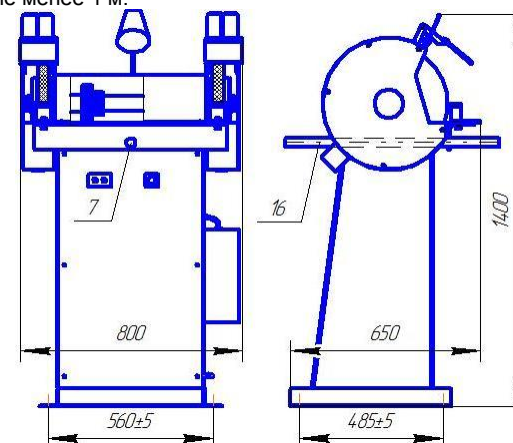

Рис.1. Схема строповки станка.
4.1.2. При транспортировке, монтаже, демонтаже для безопасного перемещения станка следует использовать монтажные отверстия 7(рис.1), предусмотренные конструкцией станка, в которые вставляется цельнометаллический пруток 16 диаметром до 32 мм и длиной не менее 1 м.